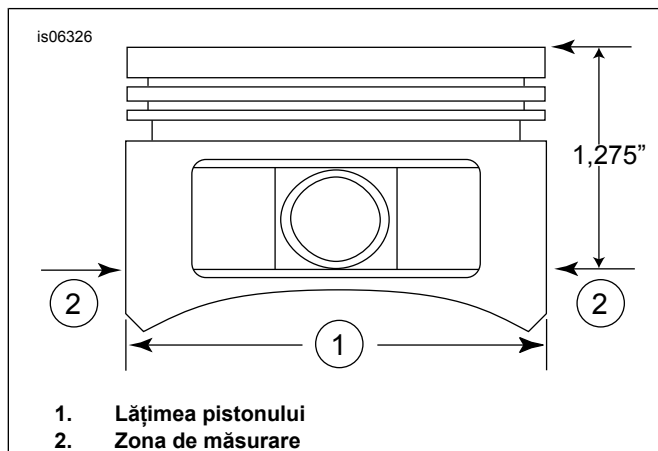

Figura 2. Măsurători piston
5. Consultați Figura 2 . Măsurători lățimea pistonului (1), orizontal la 90 de grade din ambele părți ale orificiului pinului de piston și 1,275 inci în jos de la suprafața punții (partea superioară) a pistonului (2). Consultați Tabelul 5 pentru potrivirea pistonului-la cilindru în această loc.